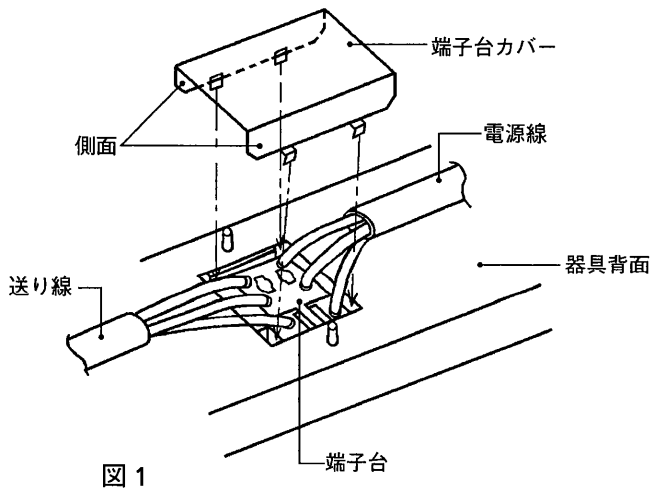

図1
- ① 端子台カバーは、器具本体(器具背面)より外してあります。ご注意ください。
- ② 図1・図2のとおり、電源線・送り線を接続した後、端子台カバー側面の一方をはめ込み、他方を矢印の方向に押し、端子台カバーを器具背面に確実に取り付けてください。